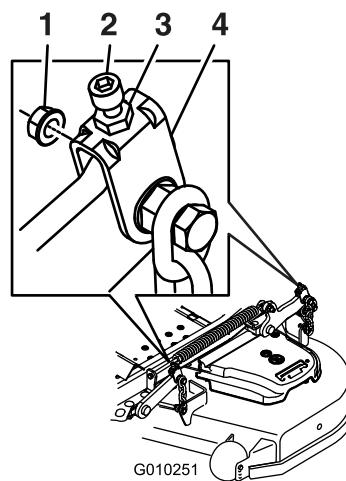

Figura 88
10. Si es necesario, afloje la tuerca "whizlock" del lateral de la horquilla y la contratuerca de la parte superior. Gire el tornillo de ajuste hasta obtener una altura de 7.6 cm (3") (Figura 88).
16. Gire el tornillo de ajuste hasta obtener una altura de 8.3 cm (3 1/4") (Figura 88).